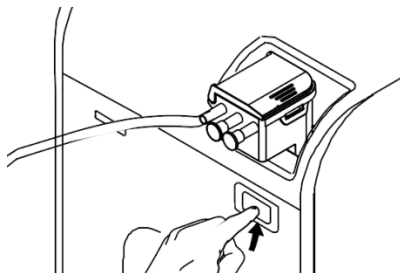

Figura 24 Quitar el Distribuidor Desechable
1. Mientras observa el manómetro de succión en la pantalla principal, gire el selector de control de succión hasta el nivel de succión requerido (Figura 24).